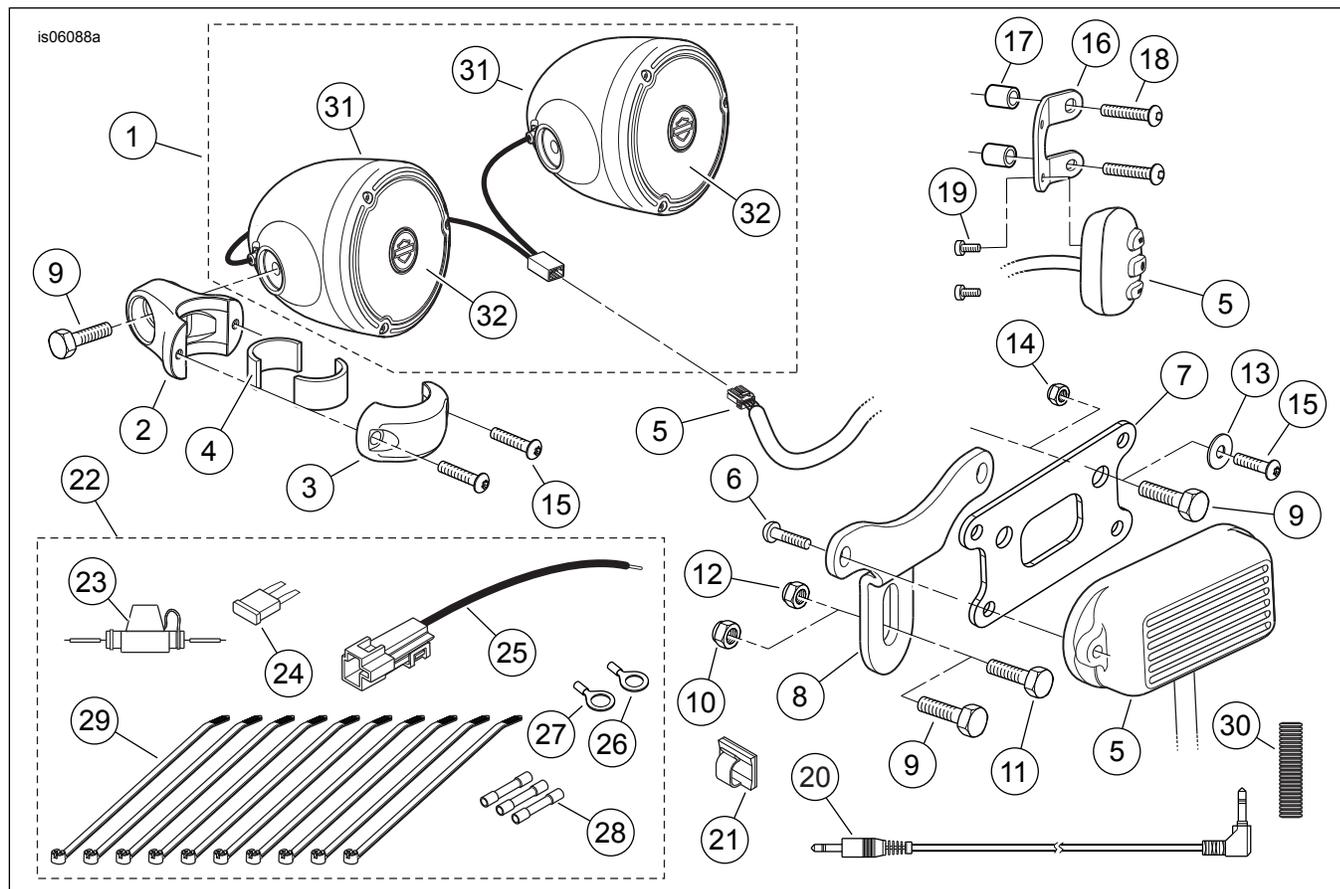

Figura 7. Piezas de servicio: Kits de altavoz y amplificador montados en el manillar
2. Vea Figura 7. Obtenga el paquete de elementos de sujeción eléctricos (22) de **ESTE** kit.
3. Seleccione el portafusibles en línea (23) y un conector de empalme sellado azul (28) del paquete de elementos de sujeción.
13. Vea Figura 7. Seleccione un terminal de anillo del paquete de elementos de sujeción eléctricos.
- **Modelos Dyna Wide Glide:** use el terminal con el diámetro interior de 7,9 mm (5/16 in) (27).
- **Todos los modelos, EXCEPTO los Dyna Wide Glide:** use el terminal con el diámetro interior de 6,4 mm (1/4 in) (26).
2. Enrolle el cable sobrante debajo del tanque de combustible, dentro de la nacela o debajo de la abrazadera del manillar donde no interfiera con el funcionamiento de la dirección. Instale el fusible de 5 A (24) en el portafusibles en línea en el cable rojo.
5. Vea Figura 7. El conector de 3,5 mm del control manual se puede asegurar al manillar con correas de cables o a la abrazadera triple superior o a la nacela con la presilla con respaldo adhesivo (21) del kit. Si usa la presilla: